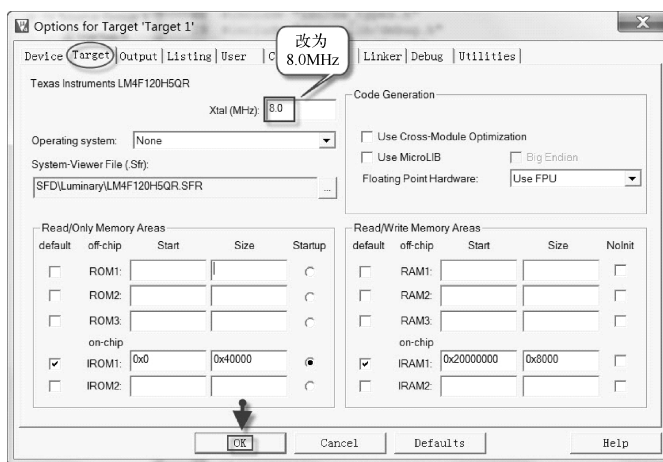

图 1-54 Target 选项配置
3) 配置硬件。首先在工具栏中单击  图标，打开 Options for Target ‘Target 1’ 对话框（如图 1-54 所示），再在 Device 选项下选择 TM4C123GH6PM 芯片，然后按图示进行设置，最后单击 OK 按钮确认。